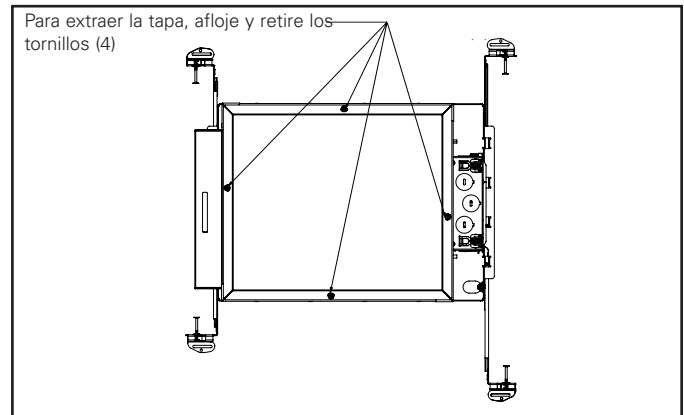

Figura 10
8. En cuanto a los casos en los que se puede acceder a la tapa de la carcasa después de su instalación, consulte la Figura 10 para su extracción.